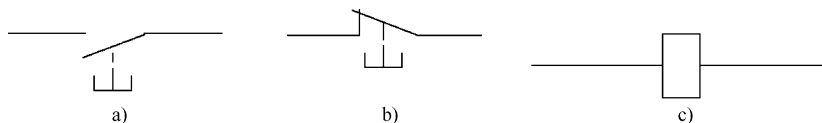

图 15-36 绘制图形符号
(2) 分别绘制起动按钮、停止按钮、中间继电器等图形符号，如图 15-36 所示。也可以把预先画好的起动按钮、停止按钮、中间继电器等图形符号存储为图块，然后逐个插入到结构线路图中。